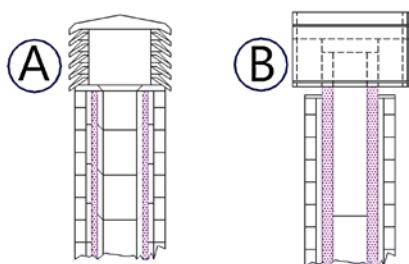

Figura 5
Se aconseja un sombrero tipo anti viento, ver **Figura 5**. El área de los agujeros para le evacuación de humos debe ser el doble del área del conducto de humos y fabricada de tal modo que en caso de viento se asegure una correcta salida de humos. **Se debe impedir la entrada de lluvia, nieve o de pequeños animales.**
4. **Figura 5 de pág.8).**